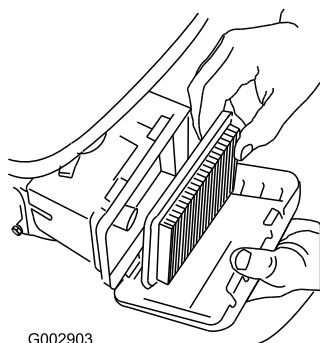

Figura 37
3. Retire el filtro de aire (Figura 37).